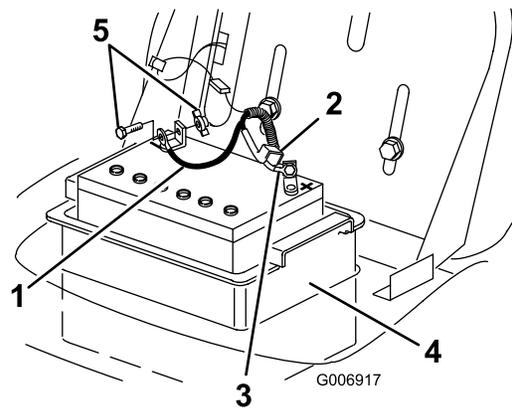

Figura 26
4. Desconecte el cable negativo de tierra (negro) del borne de la batería (Figura 26).
5. Deslice hacia arriba la cubierta de goma del cable positivo (rojo). Desconecte el cable positivo (rojo) del borne de la batería (Figura 26).
6. Retire la caja de la batería y la batería del chasis (Figura 26).
1. Coloque la batería en la caja de la batería e instálela en el chasis (Figura 26).
2. Usando el perno, las arandelas y la tuerca, conecte el cable positivo (rojo) al borne positivo (+) de la batería (Figura 26).
4. Usando el perno y la tuerca de mariposa, conecte el cable negativo (negro) al borne negativo (-) de la batería (Figura 26).